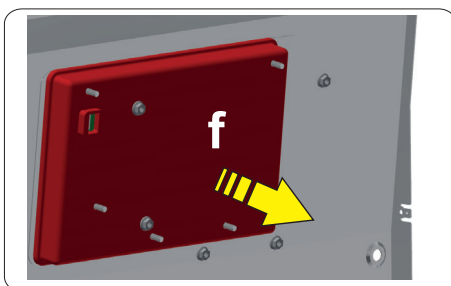

Abb. 12
- Entnehmen Sie das Plastik-Schutzgehäuse (Punkt f - siehe **Abb. 12**).